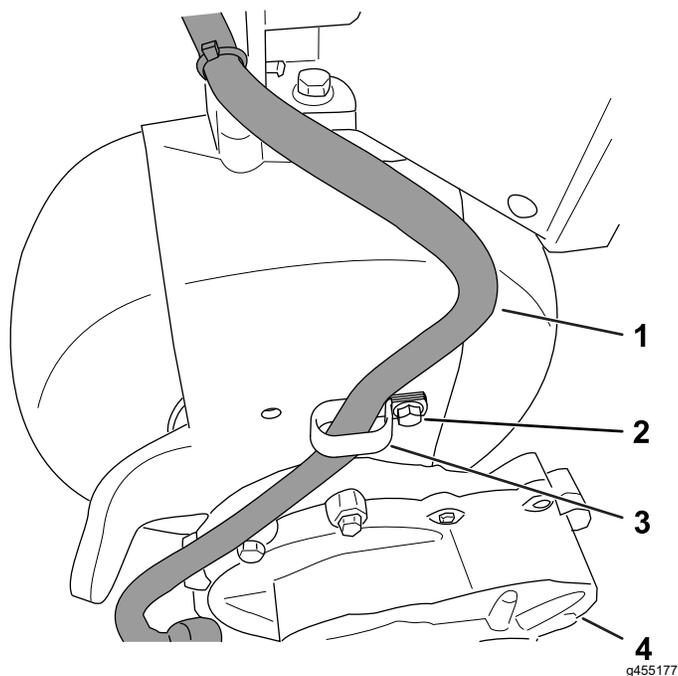

Рисунок 5
- Проложите жгут проводов редуктора к капоту и закрепите его с помощью R-образного хомута, как показано на Рисунок 5.